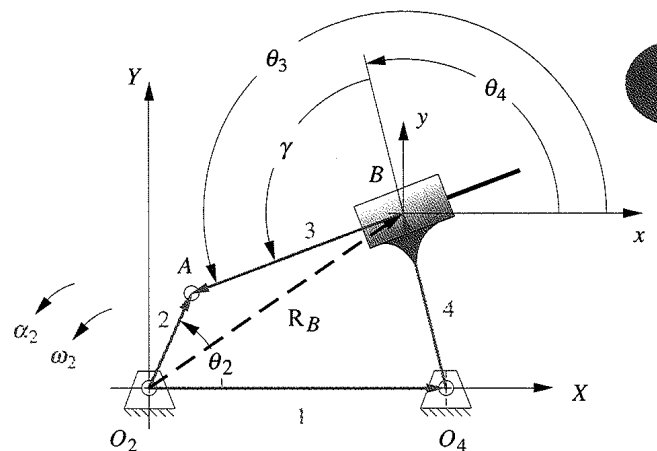

FIGURA P7-3 Configuración y terminología para los problemas 7-8 a 7-9 y 7-59
- *†7-7 Las longitudes de los eslabones e inflexión y los valores de θ_2 , ω_2 y γ para algunos mecanismos de cuatro barras manivela-corredera descentrado invertidos se definen en la tabla P7-3 (p. 257). En la figura P7-3 se muestran la configuración y terminología generales del mecanismo. Para la(s) fila(s) asignada(s), encuentre las aceleraciones de las juntas de pasador A y la aceleración de deslizamiento en la corredera. Resuelva mediante el método analítico de lazo vectorial de la sección 7-3 (p. 238) para la configuración abierta del mecanismo.